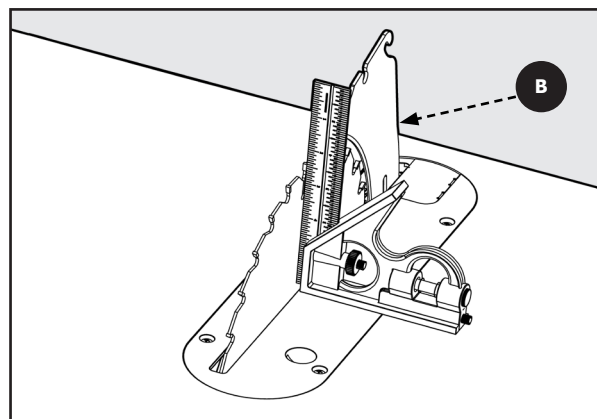

Figure 40
- 2. Alignement vertical :** Placez une carré combiné sur la table contre la face de la lame et assurez-vous qu'elle s'étend le long du couteau diviseur **B**, comme le montre la Figure 40. Le couteau diviseur et la lame **DOIVENT** toucher l'équerre de menuisier en continu. Assurez-vous que le bord droit passe entre les dents et repose sur la face de la lame et le couteau diviseur pour un alignement correct.